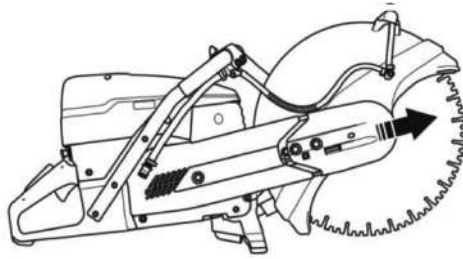

Рис. 54
2. Полностью открутите и снимите болты крепления съемной головки вместе с ее кожухом (рис.54).